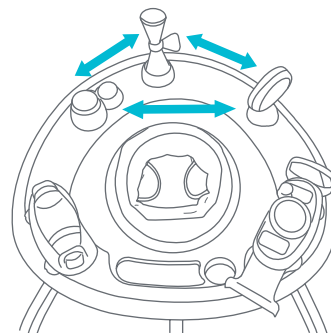

Fig. 6a
- 6 • Coloque los juguetes en este orden como se muestra. Los juguetes deben estar correctamente sujetos antes de su uso (Fig. 6a).